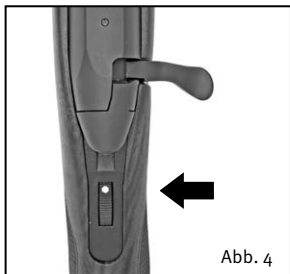

Abb. 4
**Sicherungs-Stellung** (Abb. 4)
1. Sicherungsrade des Gewehres auf Sicherungs-Stellung (Abb. 4).
Falls nach dem Schuss ein Nachladen erforderlich ist, den Kammergriff öffnen. Durch Zurückziehen des Verschlusses wird die abgeschossene Patronenhülse ausgezogen und ausgeworfen. Beim Vorschieben der Kammer wird eine neue Patrone in das Patronenlager des Laufes eingeführt. Verschluss durch Verdrehen des Kammergriffes wieder verriegeln. Sicherung auf Stellung gesichert (Abb. 4) drehen.
Die Waffe ist erneut geladen, gespannt und gesichert. Wird das Gewehr entschichert, der Schuss unterbleibt jedoch, ist sofort wieder zu sichern (Abb. 4).